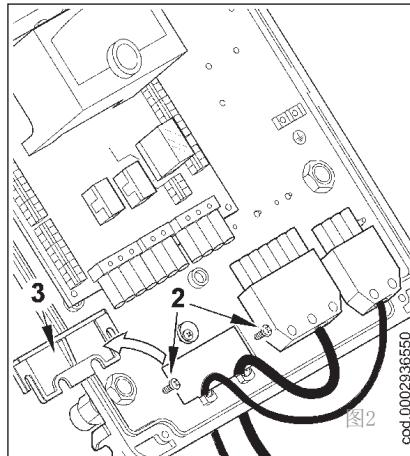

图2
- 拧开螺丝（2），然后取下压板（3），将7孔插头和4孔插头从孔中间穿过（图2）。